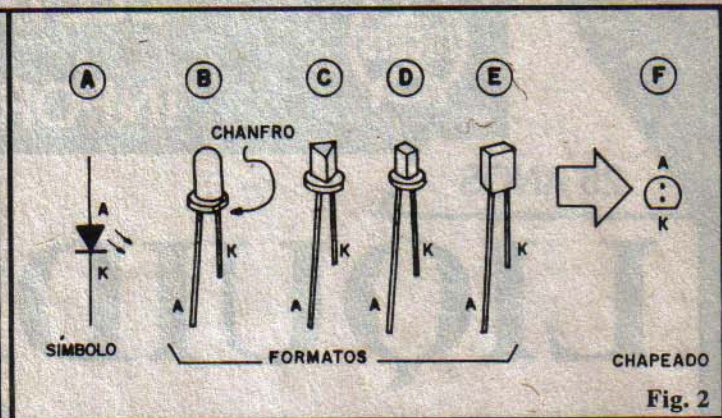
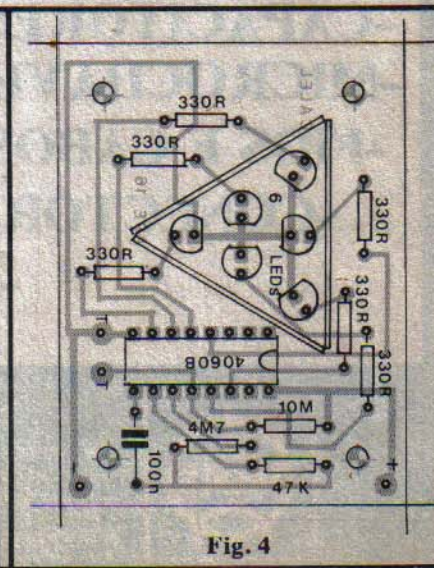

Fig. 2
Fig. 4
Especificamente quanto aos LEDs, observar a fig. 2. Como podem (ou devem...) ser usados LEDs de diversos formatos no circuito do CALEL, é bom identificar os seus terminais de anodo (A) e catodo (K) tanto em relação ao símbolo (2-A) do componente, quanto em relação à estilização adotada no chapeado da montagem (2-F). Observar que no LED mais comum (redondo) o catodo é demarcado por um pequeno chanfro lateral (indicado pela setinha, na figura). Entretanto, em praticamente **todos** os formatos, a maneira mais prática de identificar o terminal de catodo (K) é através da "perna mais curta" do componente.
A fig.4 mostra o "chapeado" da montagem (placa pelo lado não cobreado, componentes já posicionados). Atenção à posição do Integrado e dos LEDs (em dúvida, torne a consultar a fig. 2). Cuidado também com o correto valor dos componentes, em relação às posições que ocupam na placa. A marcação em forma de triângulo, em torno da zona ocupada pelos 6 LEDs corresponde ao posicionamento do prisma de espelhos, cuja construção e acoplamento são detalhados mais à frente...
Três pedaços retangulares (10 x 3 cm.) de espelhos (como em 6-B) devem ser juntados (conforme 6-A) inicialmente com o auxílio de fita crepe, formando o prisma (lados espelhados "para dentro"). Para uma boa rigidez do conjunto, as junções dos espelhos podem, em seguida, serem reforçadas com cola de epoxy ou de cianoacrilato. O conjunto assim formado deve ser fixado (também com cola) ao lado dos componentes da placa, justamente sobre a marcação triangular (ver fig. 4) em torno dos LEDs. Não há o que errar: basta seguir as ilustrações...